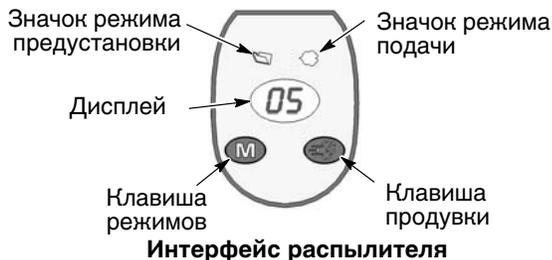

Рис. 21 Органы управления интерфейсом
1. См. рис. 21 и 22. Отпустить спусковую клавишу распылителя. Предустановки не могут переключаться, пока активизирован распылитель.
1. См. рис. 21 и 22. Нажимать клавишу **Режим**, пока не высветится значок **Режим подачи**.
1. См. рис. 21 и 22. Направить распылитель в камеру и отпустить спусковую клавишу распылителя.